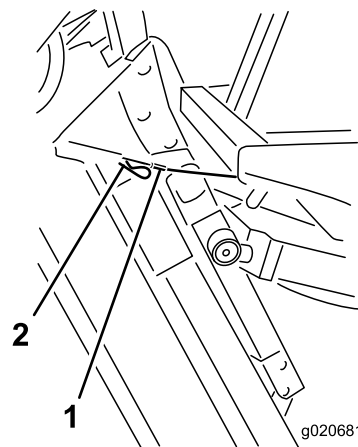

Figura 103
6. Mantenendo il piatto di taglio verticale, fate passare l'estremità del cavo sopra il perno del braccio di sollevamento del piatto di taglio e fissate il cavo con la coppiglia (Figura 103).